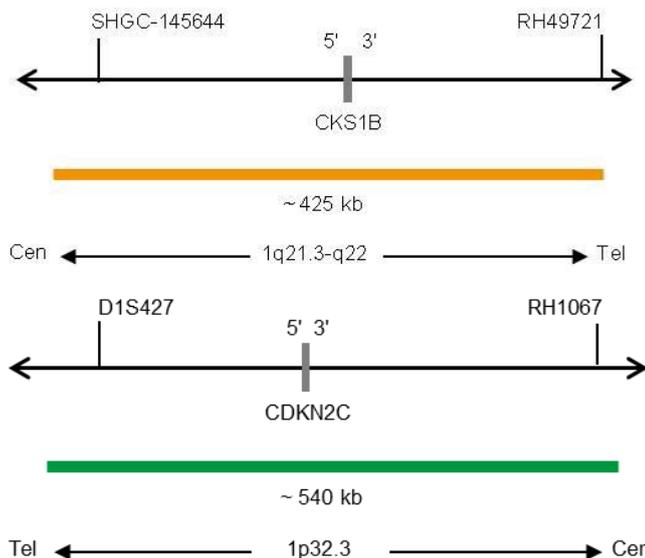

Fig. 1 : En haut : Carte de la sonde SPEC CKS1B ; En bas : Carte de la sonde SPEC CDKN2C (pas à l'échelle)
- Polynucléotides marqués au ZyOrange (excitation 547 nm/émission 572 nm) (~4,5 ng/ μ l), qui ciblent une séquence de 1q21.3-q22* (chr1:154,722,168-155,144,639) hébergeant la région du gène CKS1B (voir figure 1).
- Polynucléotides marqués au ZyGreen (excitation 503 nm/émission 528 nm) (~10 ng/ μ l), qui ciblent une séquence de 1p32.3* (chr1:51,196,272-51,737,475) hébergeant la région du gène CDKN2C (voir figure 1).